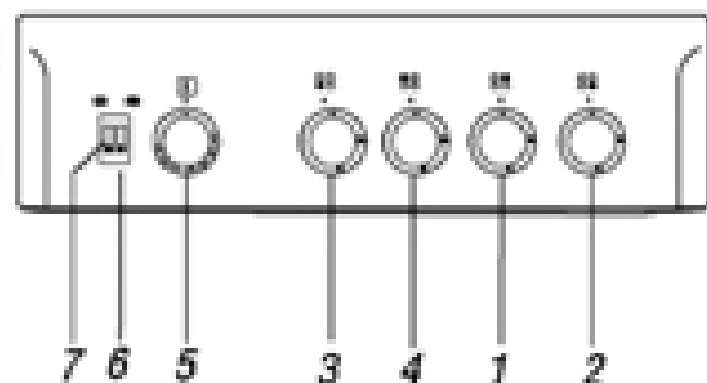

Figure 15
c. Gril électrique : Ouvrez la porte du four et allumez le gril en appuyant sur le bouton (Fig 15, rep 6). Laissez fonctionner le gril pendant 15 minutes. Eteignez le gril et laissez refroidir.
Modèle VST66104: Appuyez sur le bouton du gril électrique (Fig 15, Rep 7)